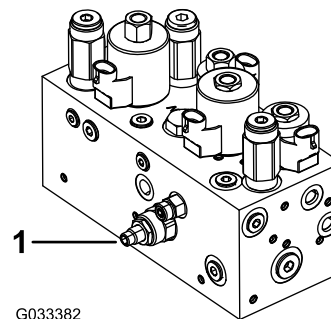

Figura 49
Il circuito di sollevamento/abbassamento degli apparati di taglio è provvisto di una valvola di regolazione del flusso (Figura 49). Questa valvola è preimpostata in fabbrica a circa 3 giri di apertura, ma può essere necessario regolarla per compensare le differenze di temperature del fluido idraulico, velocità di tosatura, ecc.
1. Alzate il sedile e individuate la valvola di regolazione del flusso per il telaio di trazione centrale (Figura 49) situata sul lato del collettore idraulico.